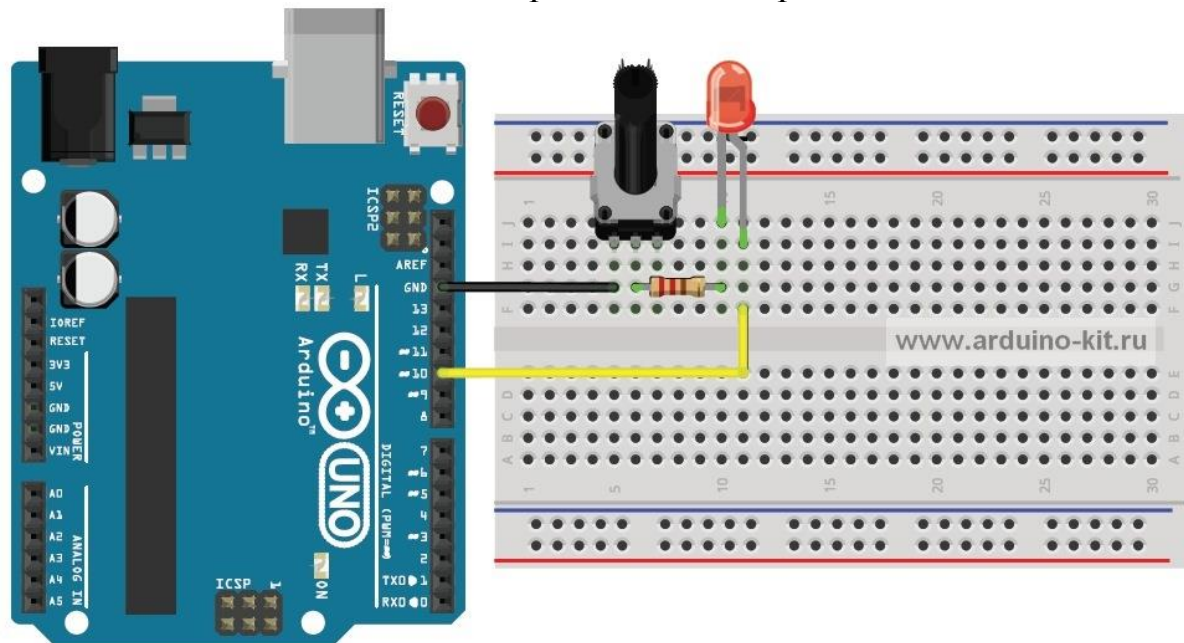

Рис. 3.1. Схема подключения потенциометра и светодиода
между крайними выводами, оно неизменно, поворотом ручки мы изменяем сопротивление между средним и крайним выводами от 0 до номинала потенциометра либо от номинала до нуля. В эксперименте потенциометр мы подключаем последовательно с резистором 220 Ом, чтобы не уменьшить значения ограничивающего резистора для светодиода до нуля и не сжечь светодиод. Схема подключения представлена на рис. 3.1.
1. Длинную ножку светодиода (анод) подключаем к цифровому выводу D10 Arduino, другую (катод) — к одной из ног резистора 220 Ом (см. рис. 3.1).
2. Свободную ногу резистора 220 Ом подключаем к средней ножке потенциометра, вторую (любую крайнюю) подсоединяем к GND (рис. 3.1).